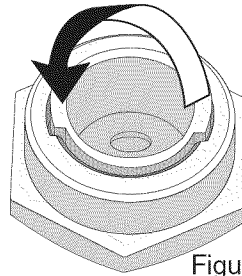
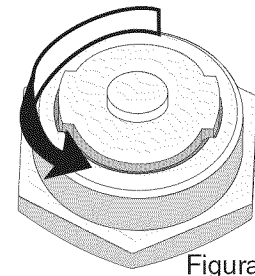

Figura 9
Figura 10
3. Voltee el tapón de manera que el diente del extremo de la tapa apunte hacia afuera y reinserte dentro de la tapa (figura 9). Gire el tapón 90° grados en cualquier dirección para asegurarlo debajo de la tapa (figura 10).